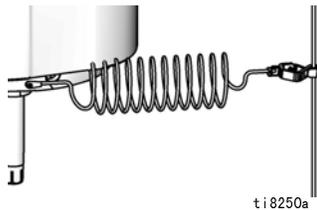

图 5：接地
**泵:** 使用接地导线和夹子。将导线的一端连接到真正的大地接地点上。参见图5。